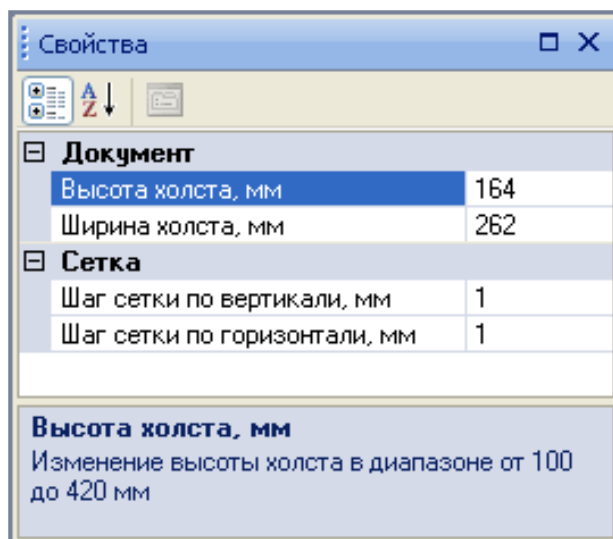

Рисунок 13.2 – Закладка «Свойства» с параметрами по умолчанию
**4. Изменить размеры холста (рабочего поля проекта) и шаг сетки (по вертикали и горизонтали)** для удобства размещения всех компонентов проекта. Необходимые цифры размеров указываются на закладке «Свойства», рисунок 13.2;